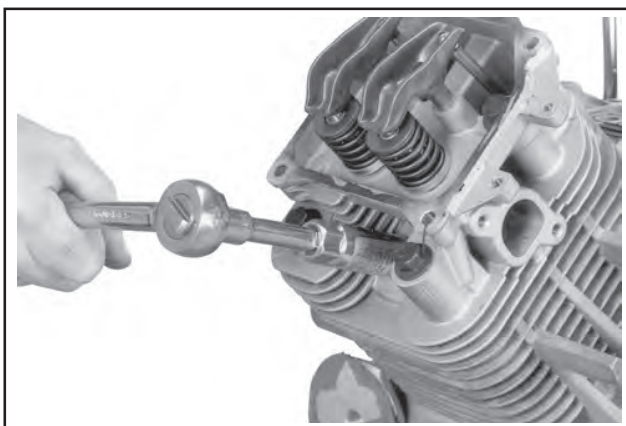

Abbildung 11-48. Einbau der Zündkerzen.
3. Neue Kappen montieren und auf **24,4-29,8 N·m (18-22 ft lb)** anziehen. Siehe Abbildung 11-48.